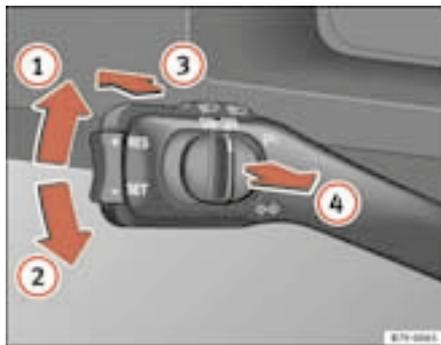

Abb. 74 Blinker und Fernlichthebel
- Drücken Sie den Hebel bis zum Anschlag nach oben ⇒ Abb. 74 ①, um **rechts** zu blinken, bzw. nach unten ②, um **links** zu blinken.